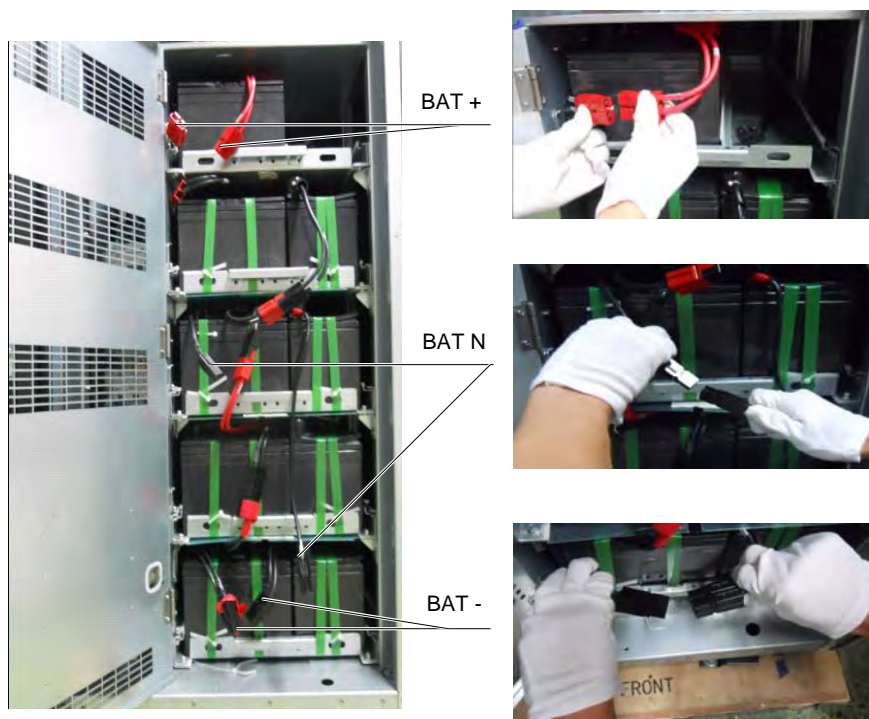

Рисунок 5-3 Отсоединение клемм внутренней батареи
7. Если у ИБП есть внутренняя батарея, специальным инструментом откройте дверцу батарейного отсека и отсоедините три клеммы 'BAT+', 'BAT-' и 'BAT N' (подробную информацию см. в Рисунок 5-3). Если у ИБП есть внешняя батарея, отсоедините соответствующий выключатель внешней батареи.
2. Если у ИБП есть встроенная батарея, с помощью специального инструмента откройте дверцу батарейного отсека и потяните три клеммы 'BAT+', 'BAT-' и 'BAT N' (подробную информацию см. на Рисунок 5-3). Если у ИБП есть внешняя батарея, отсоедините соответствующий выключатель внешней батареи.
После аварийного отключения при наличии напряжения во входной электросети контур управления ИБП остается активным, однако выход будет отключен. Чтобы полностью отключить ИБП, сначала отсоедините внешний силовой выключатель ИБП, а затем потяните три клеммы батареи (см. Рисунок 5-3).